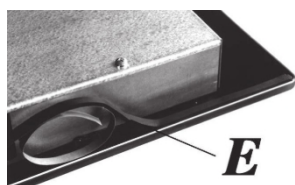

рис. 5
- перевернути панель, правильно розмістити ущільнювач «Е» клейкою частиною під краєм панелі (рис. 5) так, щоб зовнішня сторона ущільнювача ідеально торкалася зовнішнього краю панелі. Кінці смужок ущільнювача слід розмістити таким чином, щоб вони стикалися між собою, але не накладалися одна на одну.